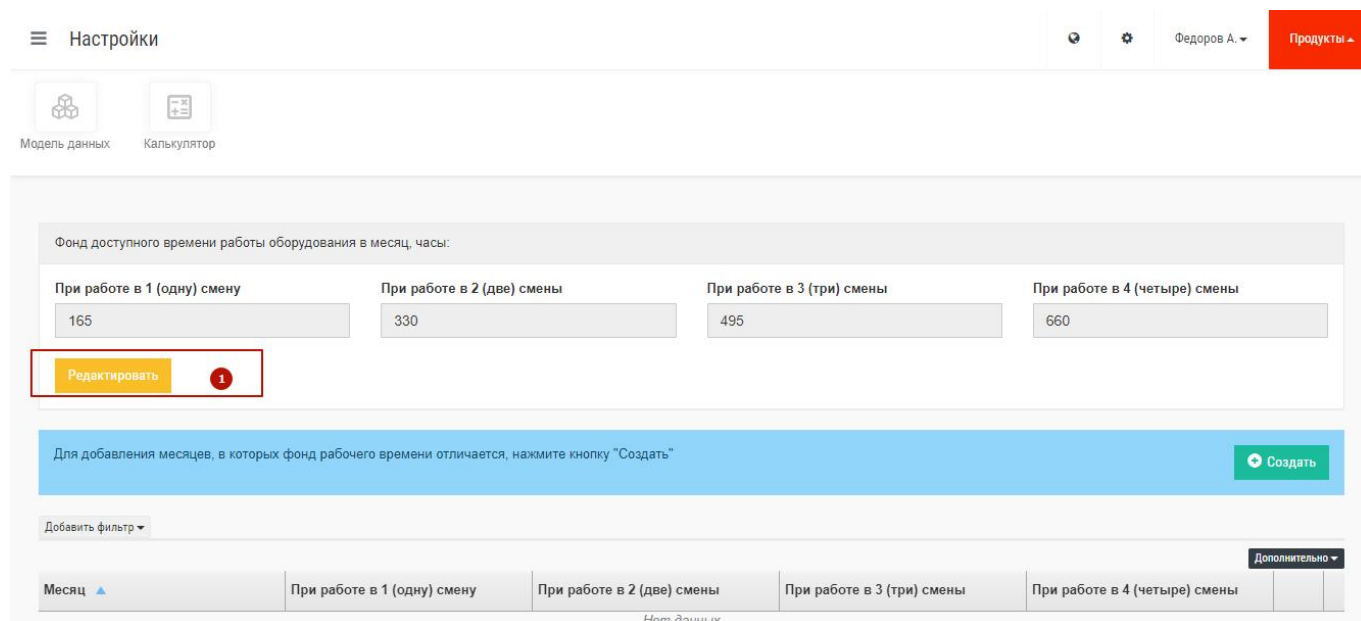

Рис. 6 – Настройка единого ФРВ начало
- настройка единого значения ФРВ для всех месяцев года. Используется для сводной аналитики, когда не требуется привязка к конкретному календарному месяцу. Для настройки требуется нажать кнопку «Редактировать» (1 на Рис. 6), затем ввести необходимые значения ФРВ в соответствующих полях и нажать кнопку «Сохранить» (1 на Рис. 7). Для выхода из режима редактирования без сохранения значений необходимо нажать кнопку «Отмена» (2 на Рис. 7);